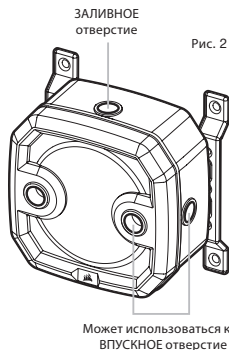

Рис. 2
2. Обязательно используйте переднее левое отверстие в качестве выпускного отверстия и любое другое нижнее отверстие в качестве входного. Рекомендуемое входное отверстие отмечено на изображении ниже. При желании Вы можете использовать верхнее отверстие G1/4 со встроенной трубкой как линию ВХОДА (Рис. 2 и 3).
3. Установите штепсельную вилку датчика температуры CORSAIR G1/4 (F) в отверстие G1/4, расположенное на основании блока. Не устанавливайте датчик температуры на любом из верхних отверстий.
4. Закройте оставшиеся три (3) открытых (неиспользуемых) порта с включенными вилками CORSAIR G1/4 и затяните их с помощью монеты (Плуг Tool) (L). Воздержитесь от использования отвертки, так как это может привести к повреждению поверхности вилок.